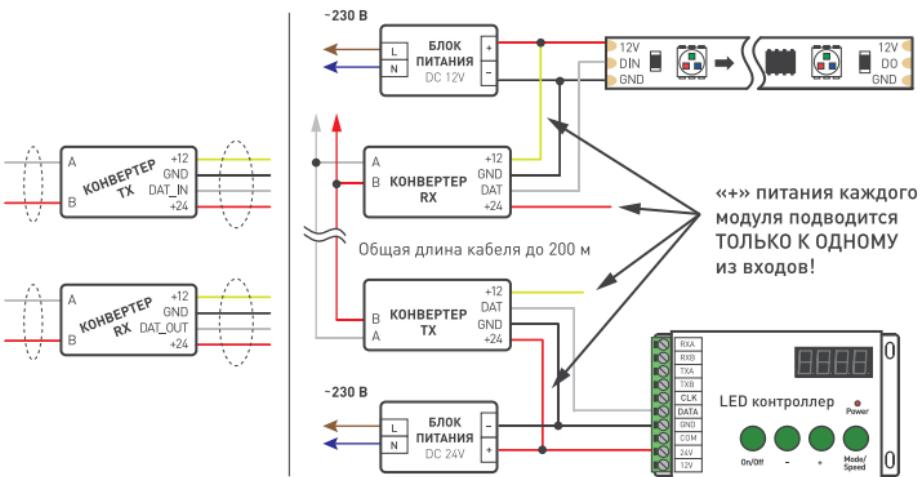

Рис. 1. Подключение конвертеров
- 3.2. Подключите конвертеры в соответствии со схемой [см. рис. 1].